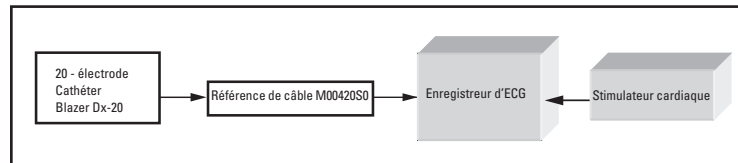

Figure 2. Schéma A de raccordement du cathéter de diagnostic
2. Système d'enregistrement d'ECG (voir Figures 2 et 3)
3. Stimulateur cardiaque (voir Figures 2 et 3)